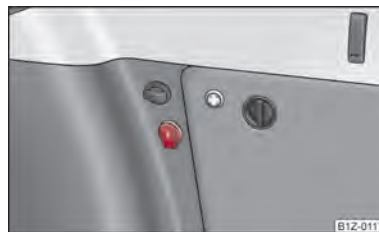

Fig. 74 Maletero: caja de enchufe
- Abra la cubierta de la caja de enchufe ⇒ fig. 74.